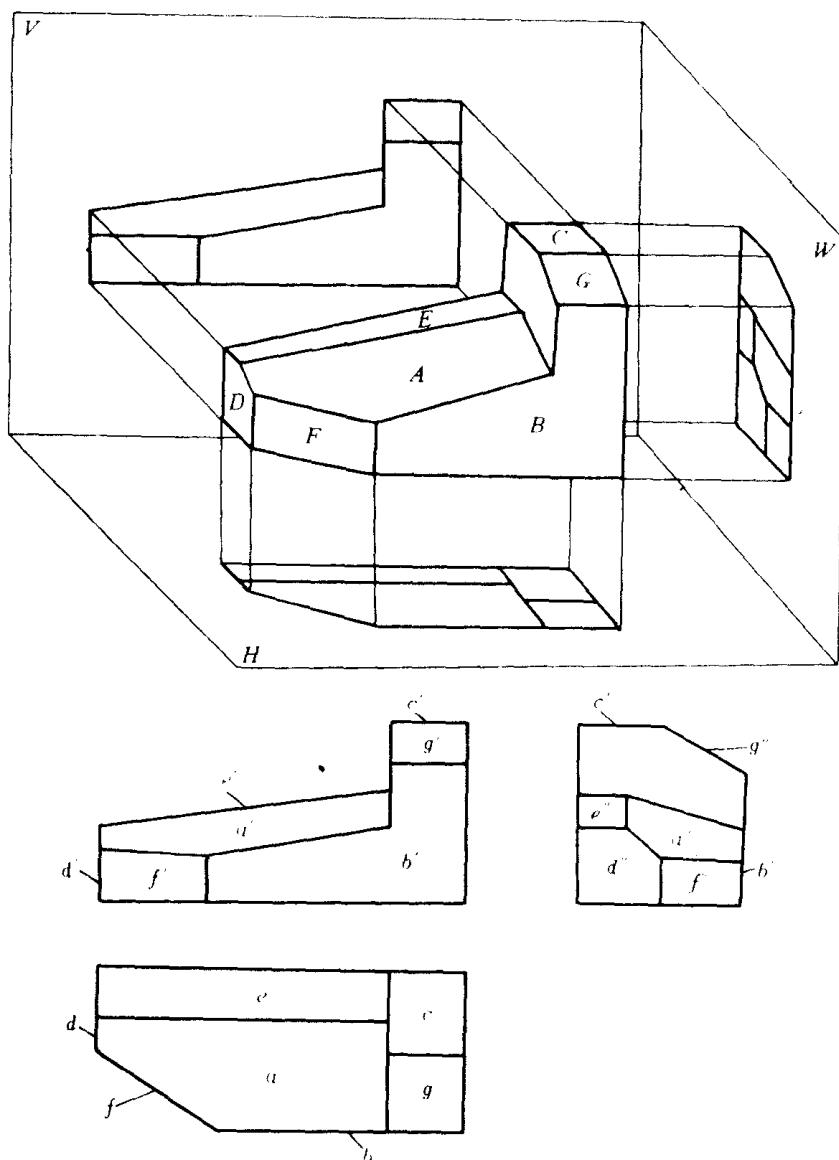

图 1-6 平面在三个投影面中的投影
①一般位置直线 如Ⅶ-X 直线。投影特性是：在三个投影面上的投影均为倾斜的线，且线长小于实长。
②投影面平行线 分三种：正平线，如Ⅰ-I 直线；水平线，如Ⅸ-Ⅹ 直线；侧平线，如Ⅳ-V 直线。投影特性是：在所平行的投影面上的投影是一条斜线，反映实长，其余两个投影是横平线或竖直线，且不反映实长。
③投影面垂直线 分三种：正垂线，如Ⅲ-Ⅳ 直线；铅垂线，如Ⅶ-Ⅷ 直线；侧垂线，如Ⅴ-Ⅵ 直线。投影特性是：在所垂直的投影面上的投影积聚成一点，其余两投影是横平线或竖直线且反映实长。
2) 平面在三投影面中的投影,如图 1-6 所示。